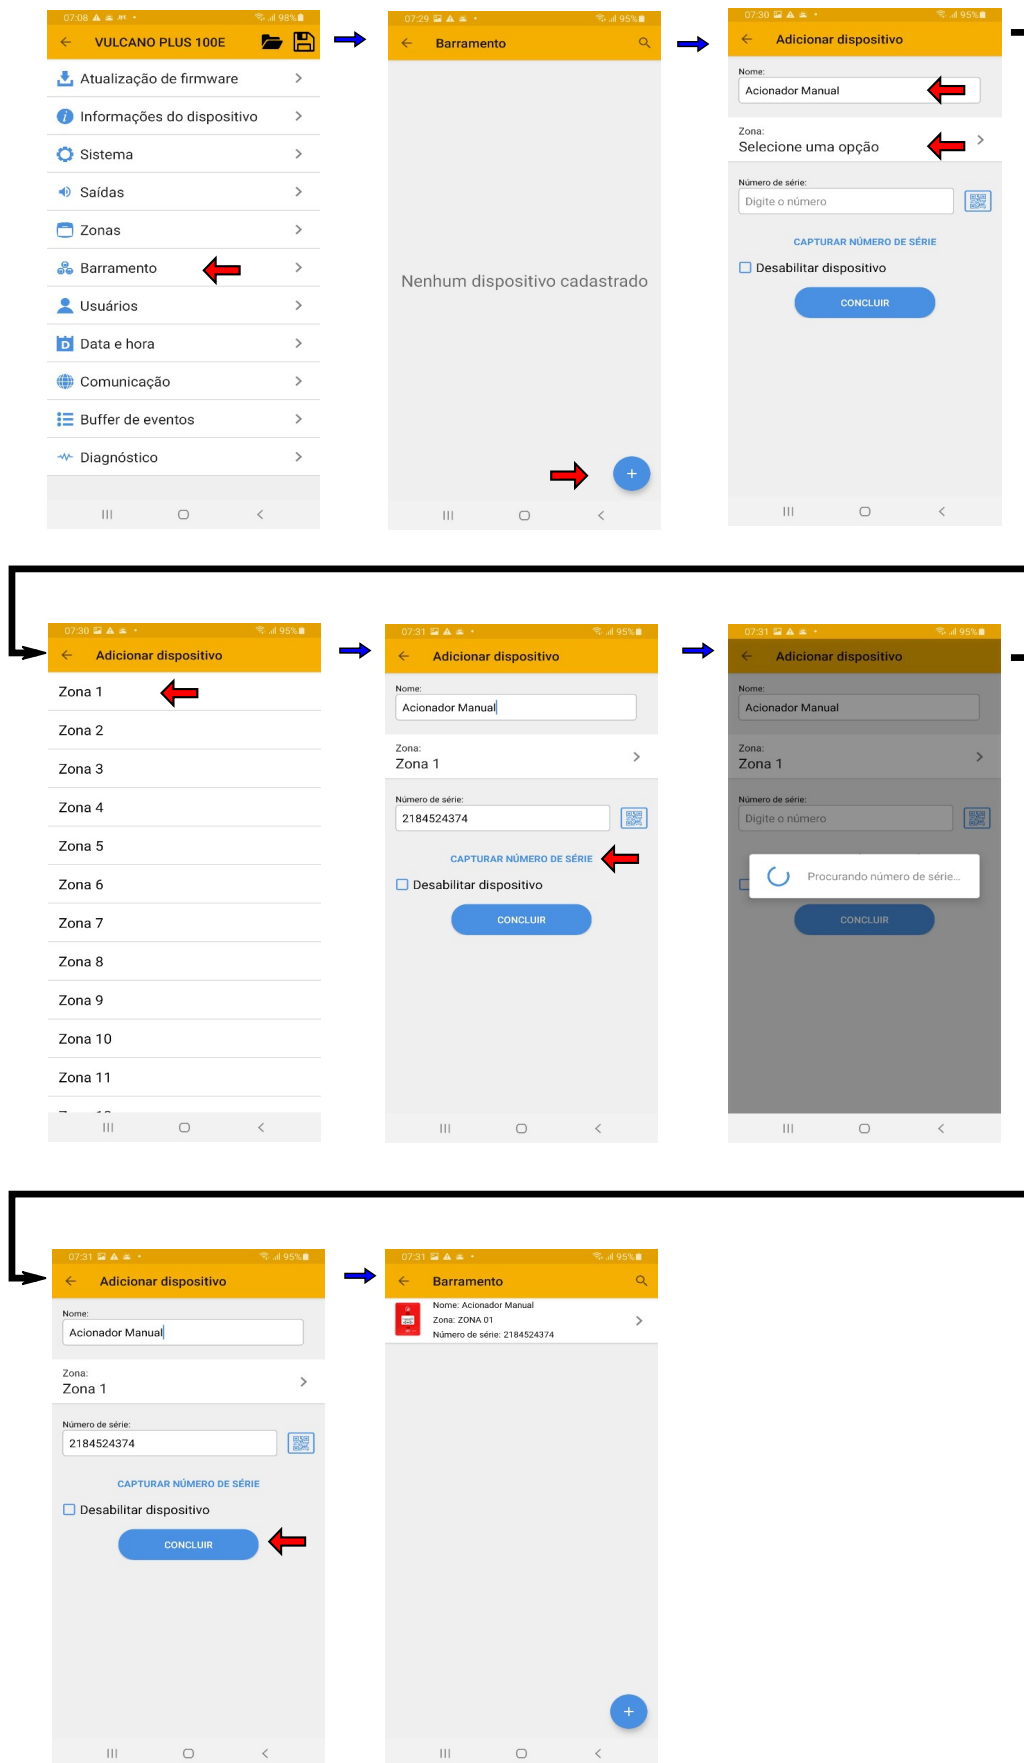

Figura 17: Cadastro de dispositivos
4. A Figura 17: Cadastro de dispositivos ilustra todo o processo de cadastro de um dispositivo. Siga os seguintes passos: